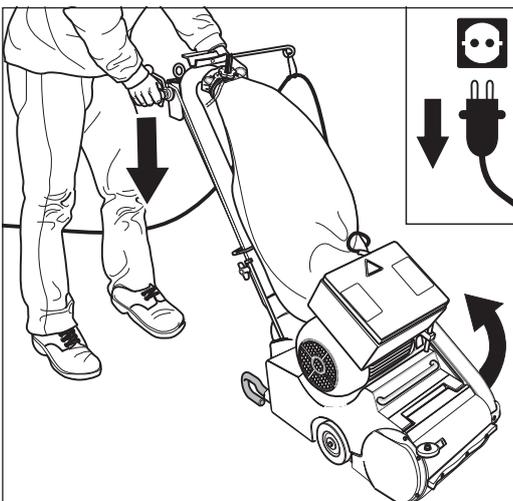
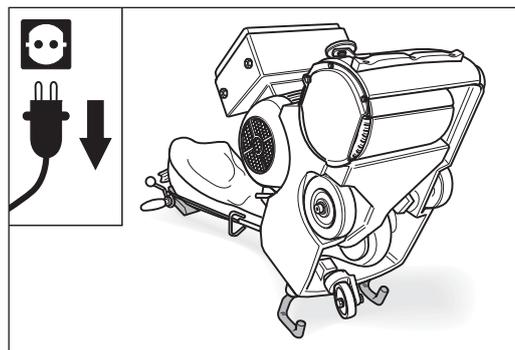

Abb. 13 Den Netzstecker aus der Steckdose ziehen und die Maschine über die Sturzbügel nach hinten kippen.
Abb. 14 Die Maschine vorsichtig auf dem Boden ablegen. **Auf einen sicheren Stand der Maschine achten!**
- 4 Kippen Sie die Maschine über die Sturzbügel nach hinten (Abb. 13) und legen Sie sie vorsichtig auf dem Boden ab (Abb. 14). **Achten Sie auf einen sicheren Stand der Maschine!**